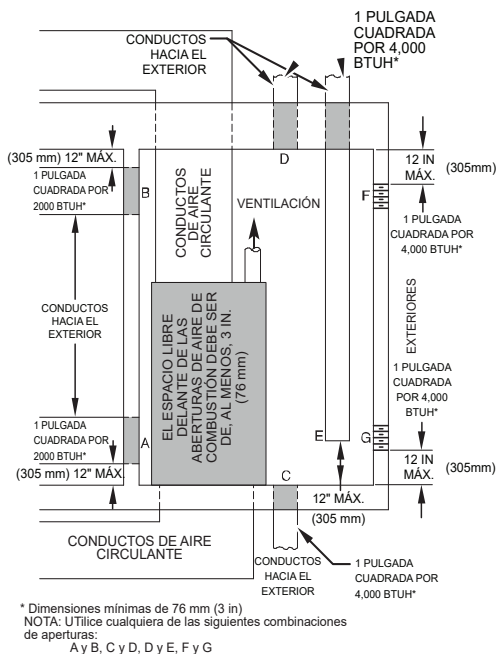

Fig. 6 – Aire para combustión, ventilación y dilución del exterior
- La Fig. 6 ilustra la forma de crear DOS ABERTURAS AL EXTERIOR, una de admisión y otra de escape del aire de combustión y ventilación hacia el exterior.
- Siga las indicaciones de la Fig. 6 y la Tabla 3 para el tamaño de las aberturas y los conductos.
- DOS CONDUCTOS HORIZONTALES requieren 1 in cuadrada (645 mm cuadrados) de área libre por cada 2000 BTUH (1100 mm²/kW) de entrada combinada para todos los dispositivos de gas situados en dicho espacio, según Fig. 6 y Tabla 3.
- DOS CONDUCTOS O APERTURAS VERTICALES requieren 1 in cuadrada (645 mm cuadrados) de área libre por cada 4000 BTUH (550 mm²/kW) de entrada combinada para todos los dispositivos de gas situados en dicho espacio, según Fig. 6 y Tabla 3.
- a. 1 in² (645 mm²) de área libre por cada 3000 BTU/h (734 mm²/kW) de entrada combinada para todos los electrodomésticos de gas situados en dicho espacio, según la Fig. 6 y la Tabla 3.